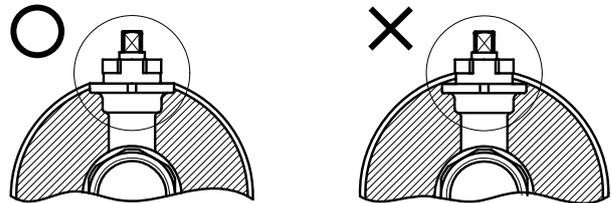

图4 保温施工
- 8) 保温施工时，请在图4中 的范围内进行。与执行器连接的部分不能被保温材料挡住。